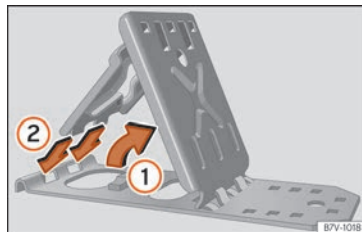

Abb. 40 Klappkeile ausklappen.
- Stützplatte anheben »» Abb. 40 ①.
- Beide „Nasen“ der Fixierungsplatte ganz in die Langlöcher der Stützplatte stecken ②.